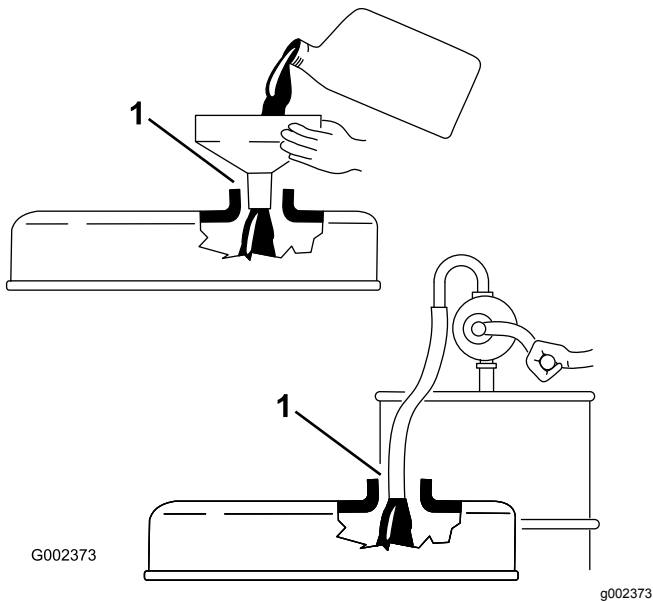

Figura 43
3. Si el nivel de aceite es bajo, retire el tapón de llenado (Figura 43) y añada aceite suficiente para que el nivel de aceite llegue a la marca Lleno de la varilla.
Importante: Cuando se añade o se carga aceite, debe haber una holgura entre el dispositivo de llenado de aceite y el taladro de llenado de aceite en la cubierta de la válvula, como se muestra en Figura 43. Esta holgura es necesaria para la ventilación durante el llenado, lo cual evita que el aceite exceda el respiradero.